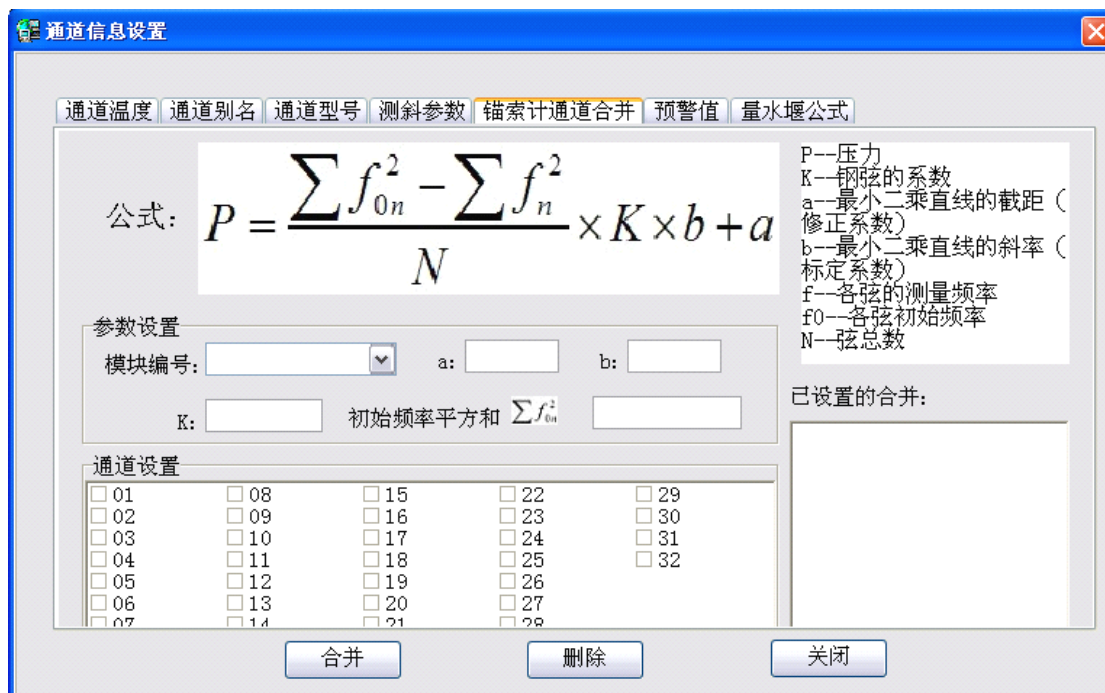

图 15 锚索计通道合并
e) 锚索计通道合并: 针对本公司的锚索计测试多弦时, 某个传感器的多个通道的设置。如图 15。